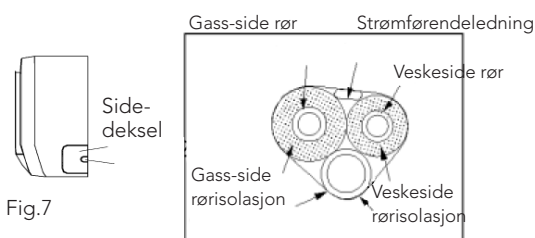

Fig.7
1. Ved røruttak på høyre eller venstre side vegg, påse at sidedeksel fjernes. Se Fig.7.